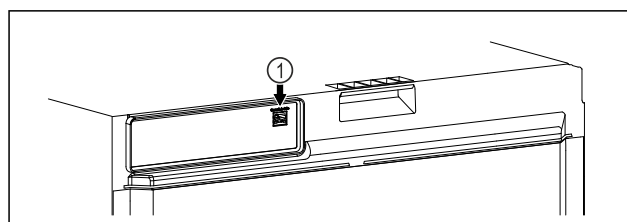

Fig. 113
- ☐ SmartModule Fig. 113 (1) ist eingesetzt.